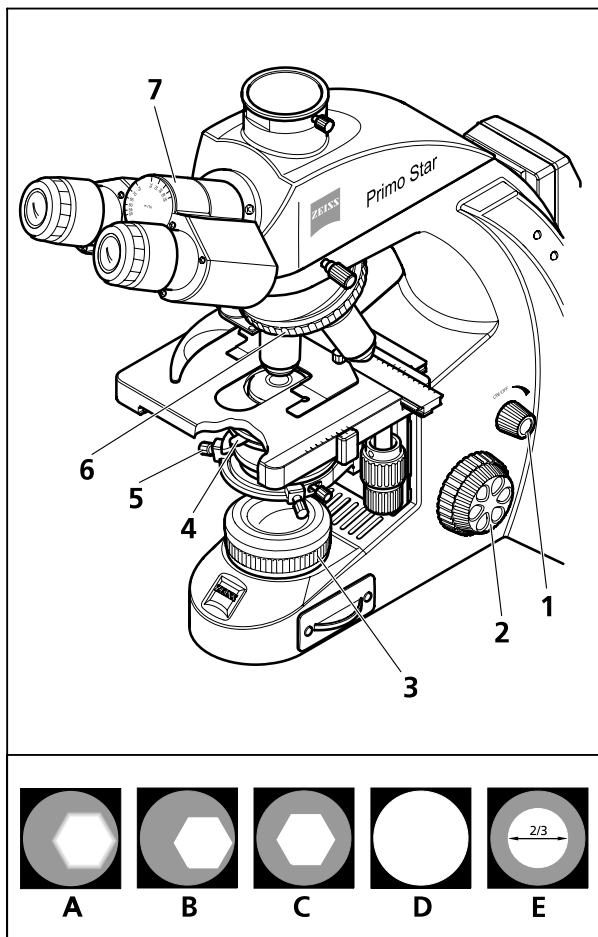

图 21 设置透射光明场
- 通过显微镜座架上的调节旋钮（图 21/1）设置照明亮度。
- 用物镜转换器上的滚花环(图 21/6)将 10X 物镜转进光路。
- 先注视双目镜筒(图 21/7)的一只目镜，通过聚焦驱动装置(图 21/2)对样品聚焦。
- 关闭视场光阑(图 21/3)直到视场（即使不清晰）是可见的(图 21/A)。
- 使用聚光器高度调节钮（图 16/22）调节聚光镜，直到视场光阑边缘充分清晰显现（图 21/B）。
- 使用聚光镜的调中螺丝(图 21/5)调中视场光阑(图 21/C)，然后逐渐打开直到光阑边缘正好从视场(图 21/D)内消失。
- 调节孔径光阑（对比度）时，从目镜套筒中取下一个目镜，然后用肉眼向目镜套筒中观察。使用调节杆（图 21/4）将孔径光阑设置到物镜出射光瞳直径的约 2/3 至 4/5 处（图 21/E）。在绝大多数使用情况下，这样设置孔径光阑能够在几乎最理想的分辨率的前提下产生最佳的对比度，因此，也就最适合人眼观察。